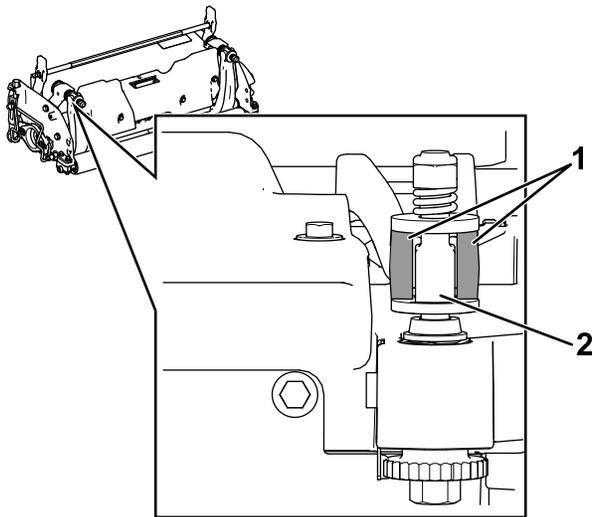

Figura 33
**Importante:** Centre los mecanismos de ajuste DPA en las pestañas de la barra de asiento, como se muestra en la Figura 33.